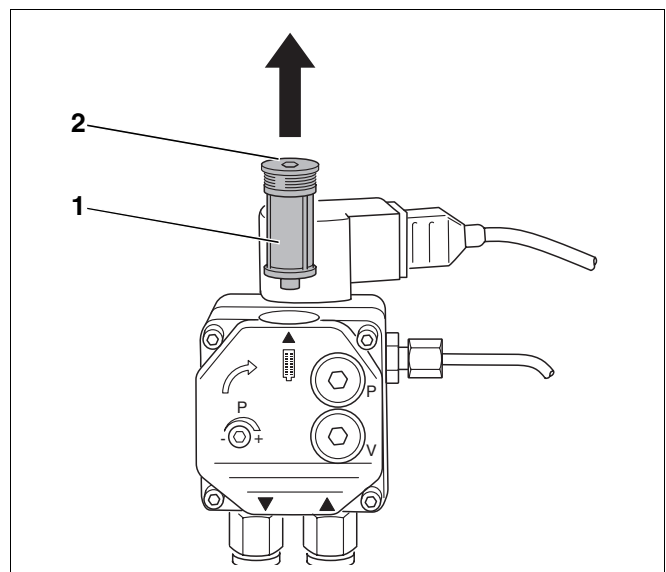

Abb. 26 Ölpumpenfilter prüfen – Ölpumpe Danfoss
- Die Innensechskantschraube an der Oberseite (Abb. 26, **Pos. 2**) lösen.
- Ölpumpenfilter (Abb. 26, **Pos. 1**) nach oben herausziehen.
- Ölpumpenfilter (Abb. 26, **Pos. 1**) mit Waschbenzin reinigen, ggf. austauschen und wieder in die Ölpumpe einbauen.